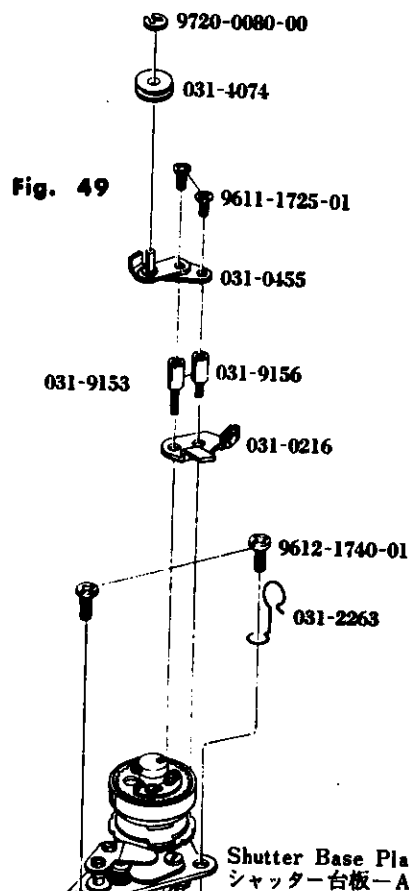

Fig. 50
* スローギヤーの 2308 を矢印方向に止まりいっぱいまでもっていき、離すとギヤーが途中で止まらず元に戻るか点検する。(Fig. 50 参照)
4. Fig. 50 の様に 2308 を矢印方向に止まりいっぱいまでもっていき、その状態のままでボデーに埋め込み、9611-1725-01 2 本で取付ける。